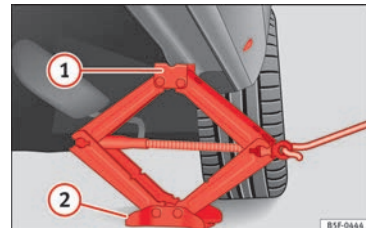

Abb. 74 Längsholm: Wagenheber ansetzen.
- Drehen Sie den Wagenheber* unter dem Aufnahmepunkt am Unterholm so weit hoch, bis sein Aufnahmehorn ① » **Abb. 74** unter der vorgesehenen Aufnahme steht.
- Richten Sie den Wagenheber* so aus, dass sein Aufnahmehorn ① in die dafür vorgesehene Aufnahme am Unterholm „greift“ und die bewegliche Grundplatte ② plan auf dem Boden aufliegt. Die Grundplatte ② muss sich dabei senkrecht unter dem Aufnahmepunkt ① befinden.